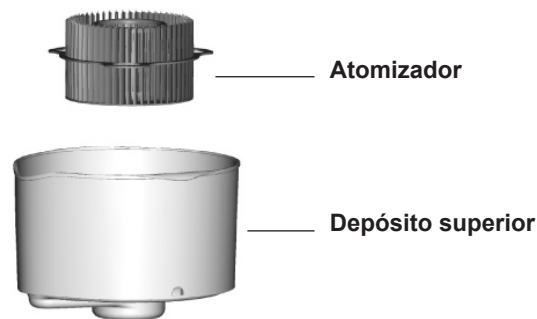

Figura 15
5. Saque el atomizador y el depósito superior. Vea la figura 15.